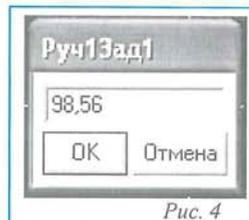

Рис. 4
- в появившемся окне (рис. 4) ввести необходимое значение и нажать кнопку *OK*.